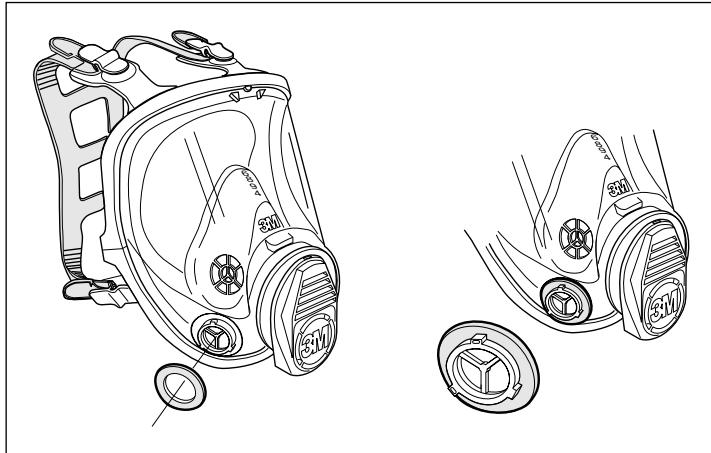

Рис. 9
- **Прокладки клапанов вдоха (Рис. 9)**